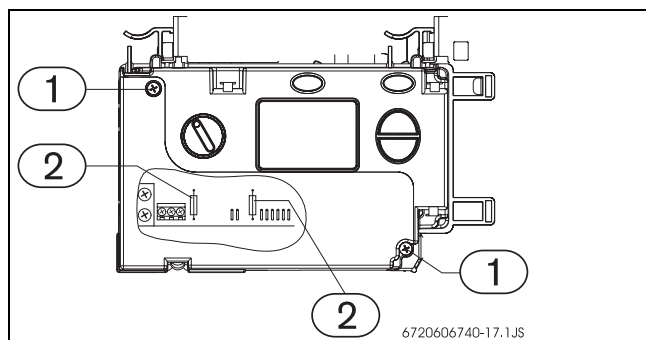

Fig. 25 Caja de mando
- Retire los tornillos de la caja (→Fig. 25, pos. 1) y retire la tapa.
- Cambie los fusibles (→Fig. 25, pos. 2).